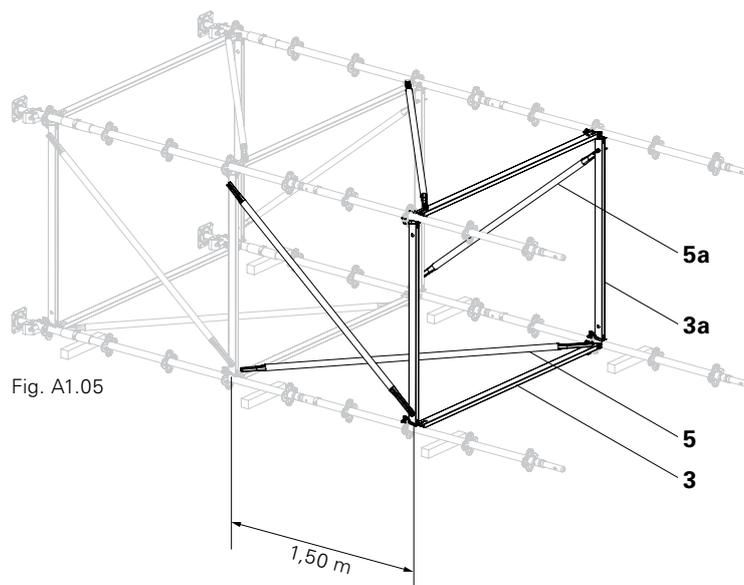

Fig. A1.05
- Montar la diagonal a larguero inferior (5) desde dentro de la torre.
- Montar el resto de las diagonales a larguero desde afuera. (Fig. A1.05)